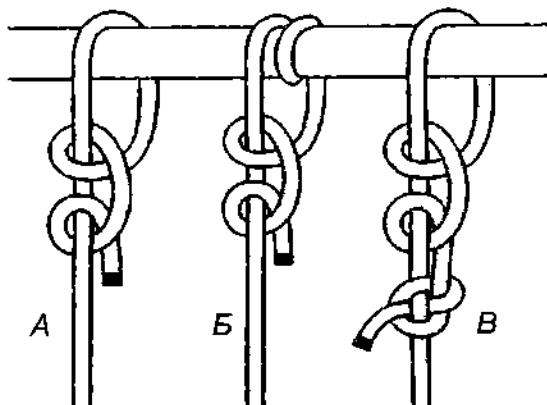

Рис. 519. А – коровий штык; Б – коровий штык со шлагом; В – коровий штык с контрольным сваечным узлом.
**Коровий штык** – это неправильно завязанный простой штык, он же скользящий коровий узел (*регулируемая коровья петля*) (рис. 519). **Коровий штык** может работать и как регулируемая петля и как штык. На мягкой верёвке он очень хорошо держит, а на жёсткой ходовой конец протравливается и ползёт, особенно при переменной нагрузке. Перед использованием узел необходимо хорошо затянуть. **Коровий штык** предназначен для небольших нагрузок.